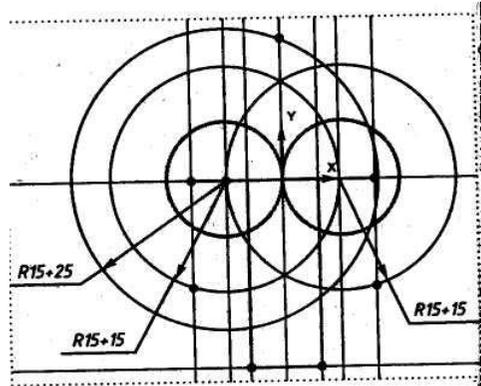

Рис. 54
7. По команде Ввод окружности на панели инструментов проводим две окружности радиусом  $R=15\text{мм}$  сплошной толстой линией. Делаем вспомогательные построения: две окружности  $R(15+15)$  для нахождения центров дуг сопряжения  $R15$ , окружность  $R(15+25)$  для нахождения центра окружности сопряжения  $R25$  (см. рис.54).